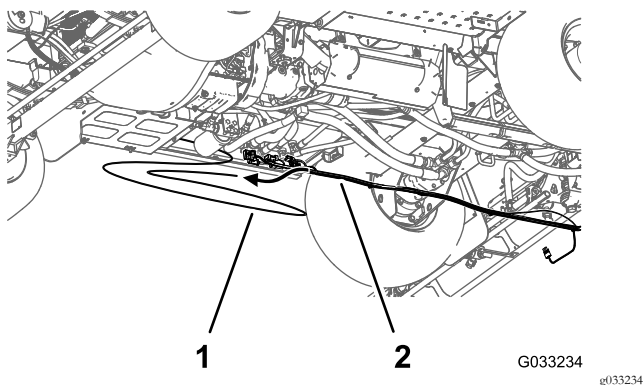

Figura 27
7. Rimuovete il tubo di rilevamento della pressione per il manometro del cruscotto dal cablaggio preassemblato posteriore proveniente dalla macchina (Figura 27).